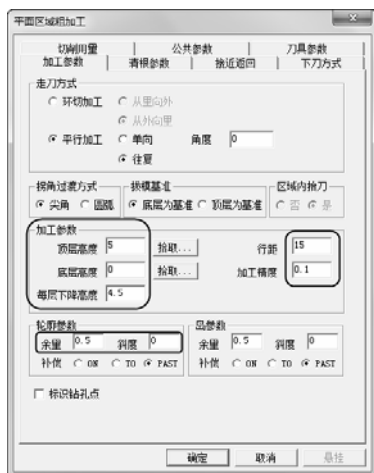

图 2-39 “加工参数”选项卡
1) 单击“加工参数”选项卡, 设置“走刀方式”为“平行加工”、“往复”, “拐角过渡方式”为“尖角”, “拔模基准”为“底层为基准”。具体“加工参数”、“轮廓参数”、“岛参数”参数数值如图 2-39 所示。